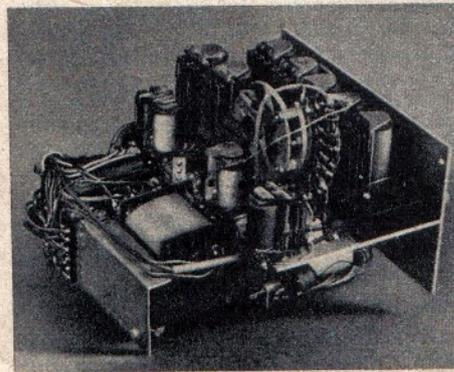

Abb. 11. Ansicht der Zentrale
7. Die Zentrale (Abb. 11, mechanischer Aufbau Abb. 12) hat die Aufgabe, die Schaltvorgänge zu steuern. Sie enthält einen Wähler und einige Relais; ferner wurde aus platzmäßigen Gründen der Ausgangsübertrager des Hauptverstärkers hier untergebracht. Dieser hat für jeden Lautsprecheranschluß einen 200-Ohm-Ausgang.